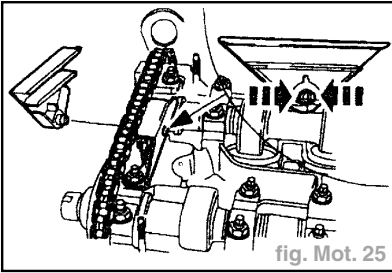

fig. Mot. 25
- Déposer le guide-chaîne supérieur (fig. Mot. 25).